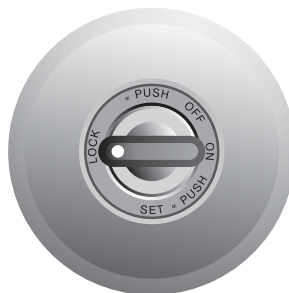

Рис. 2
● **Двусторонний ключ фирмы «Abloy»** (рис. 1) является органом управления механизмом замка и включением зажигания. При помощи вращения ключа из положения **«LOCK»** - в положение **«ON»**, происходит разблокировка рулевого вала автомобиля и включение зажигания. Ключ вынимается и вставляется в замок только в положении **«LOCK»** (рис. 2). Ключ фиксируется в замке при положении **«ON»**, **«OFF»** или **«SET»**.
**4.1. Положение ключа «LOCK».** Исходное положение ключа в режиме **«LOCK»** - все выключено, ключ вынимается и вставляется, рулевой вал автомобиля и выключатель стартера заблокированы (рис.2). Для разблокирования вала рулевого управления, вставьте ключ в механизм секретки, и слегка вращая рулевое колесо вправо-влево, поверните ключ до упора из положения **«LOCK»** по часовой стрелке в положение **«ON»** (рис 4). Рулевой вал разблокирован, зажигание включено.